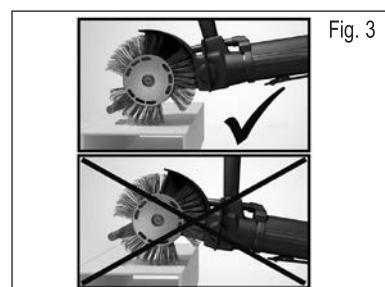

Fig. 3
5. Per un'ottimale prestazione, fare attenzione a condurre la barra di accelerazione sopra la superficie da lavorare tenendola vicino a questa. In caso di distanza fra barra di accelerazione e superficie troppo grande, si riduce sensibilmente la qualità della prestazione. Vd. Fig. 3. Una dettagliata descrizione delle modalità di lavoro dell'utensile Bristle Blaster® si può trovare nel **DVD in dotazione alla fornitura o presso il sito www.monti.de**